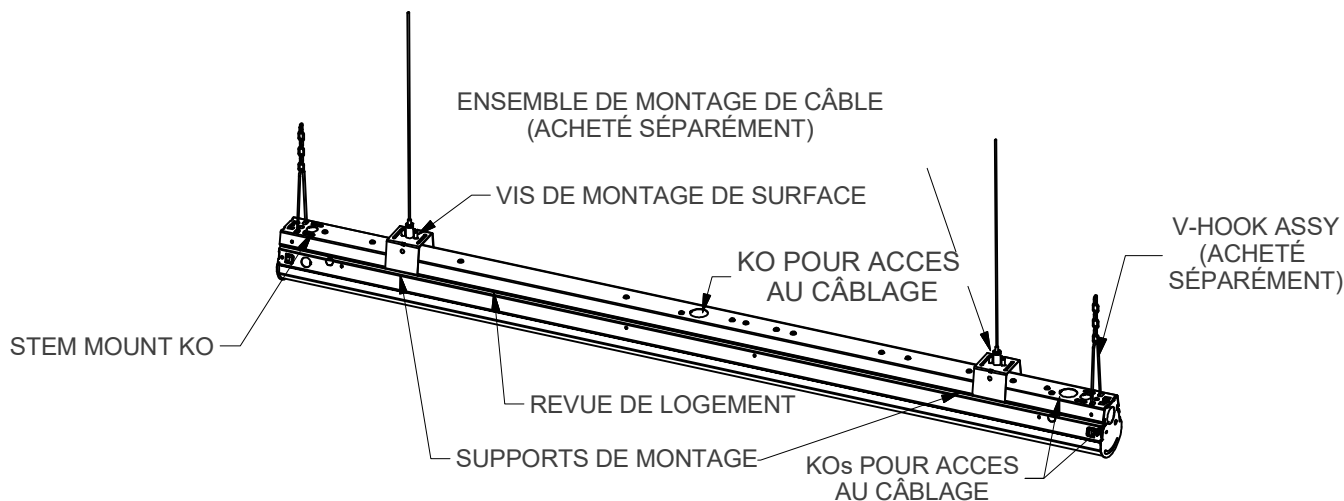

FIGURE 1: CONFIGURATION AUTONOME
- 3) Pour installer les **SUPPORTS DE SUSPENSION (COMMANDÉS SÉPARÉMENT)** (Voir FIG. 1) :
- B. Retirer la tige de KO marqué montage représenté sur la Fig 1.